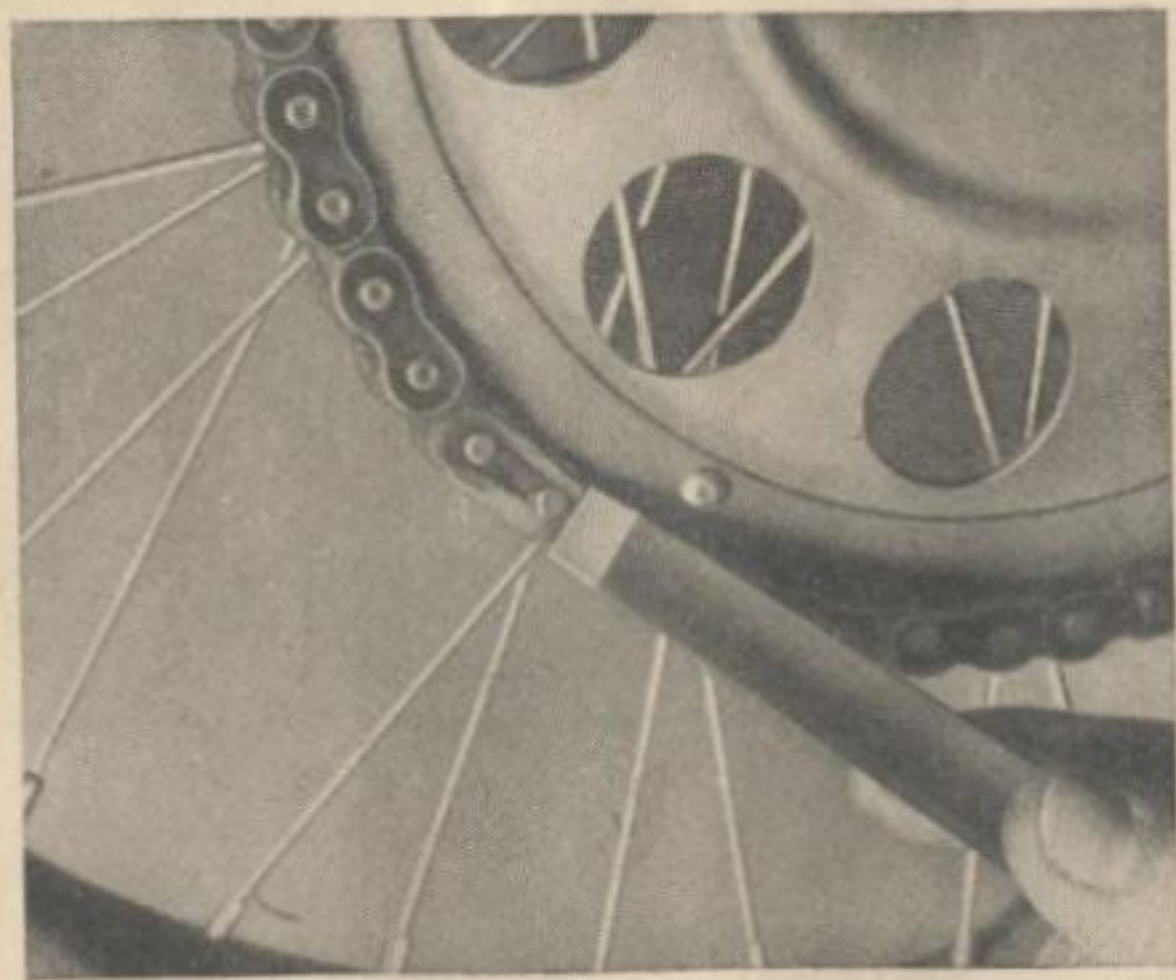

Рис. 17. Снятие замка цепи.
*Заднюю качающуюся вилку* промывают через каждые 500 км пробега (для этого несколько раз нажать солидолонагнетатель (рис. 17).